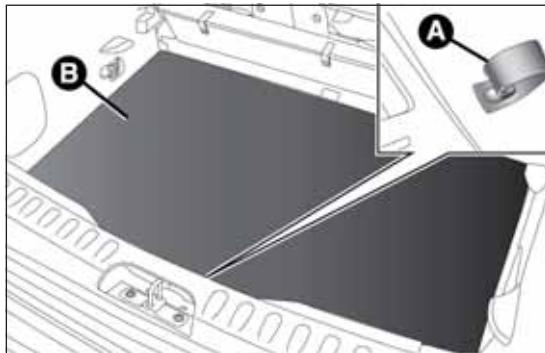

fig. 154
- aprire il bagagliaio, tirare la linguetta A fig. 154 e sollevare verso l'alto il tappeto di rivestimento B;